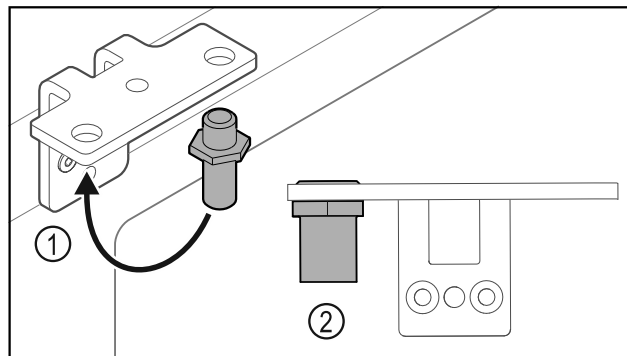

Fig. 25
- Sworznie Fig. 25 (1) przełożyć do zawiasu.
- Sworznie Fig. 25 (2) dokręcić z **momentem obrotowym 12 Nm**.